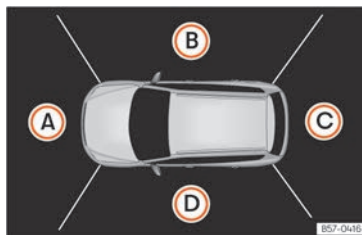

Abb. 169 Anzeige der Rundumsicht: Vogelperspektive.
Es stehen 4 verschiedene Ansichten zur Verfügung >>> (Abb. 169):
Die Kombination aller Kamerabilder ergibt die Vogelperspektive >>> (Abb. 169). Die Vogelperspektive kann durch Drücken auf das Fahrzeug innerhalb des Bereiches gewählt werden.
Durch Drücken auf die verschiedenen Bereiche >>> (Abb. 169) (A) bis (D) der Vogelperspektive oder der reduzierten Vogelperspektive kann die entsprechende Ansicht gewählt und fixiert werden, die dann in Orange hervorgehoben wird.
Am Bildschirm des Infotainment-Systems wird die Vogelperspektive dargestellt » **[Abb. 169]**. Wenn die Taste bei einer Fahrgeschwindigkeit über 15 km/h (9 mph) gedrückt wird, wird kein Bild angezeigt.